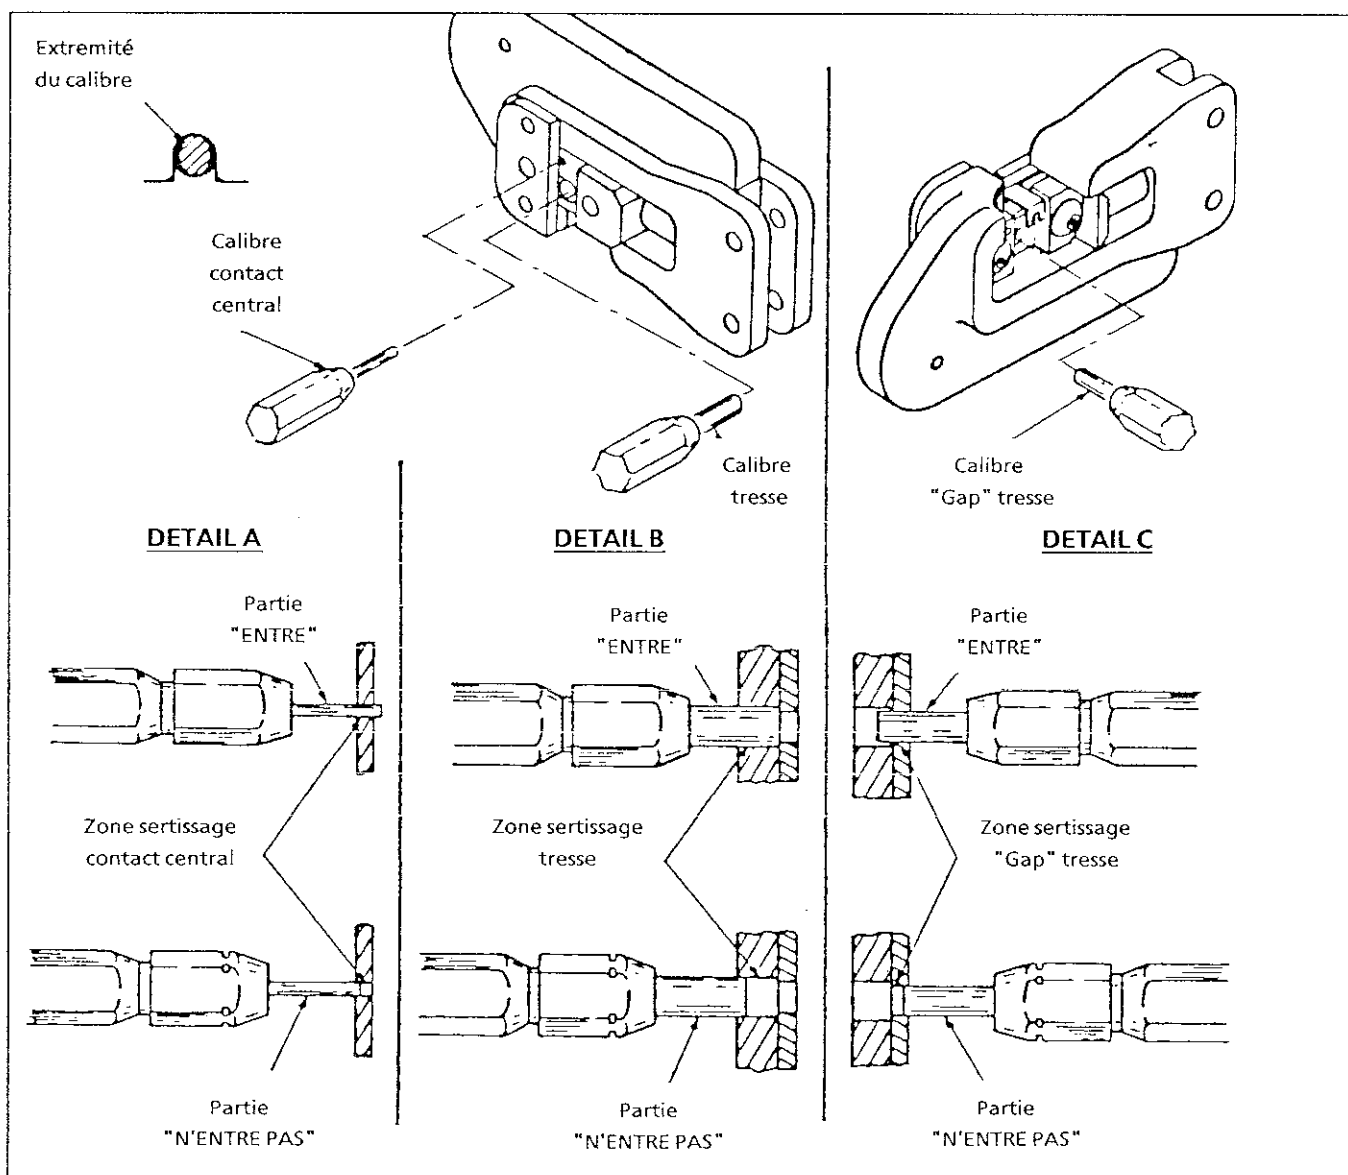

FIG.6
Aligner le calibre avec la zone de sertissage et, avec précaution et sans forcer essayer d'insérer d'abord l'extrémité "entre" et, ensuite, l'extrémité "n'entre pas" voir figure 6 Détail A. L'extrémité "entre" doit passer entièrement à travers la zone de sertissage du fût.
- Répéter les opérations c) et d) pour les empreintes Tresse selon Détail B et C de la Fig.6.